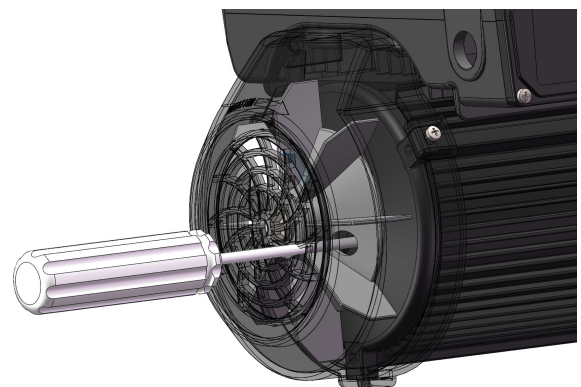

Figure 8
6. Pour dévisser la turbine (#8) de son axe, placez un tournevis dans le carter arrière du moteur pour empêcher le ventilateur/l'arbre de tourner et faire tourner la roue hors de l'arbre. Voir la figure 8.